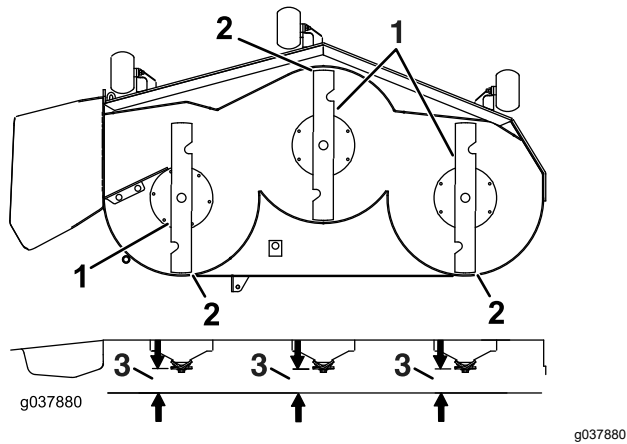

Figure 74
7. Vérifiez l'inclinaison avant/arrière des lames (Figure 74). Vérifiez que la pointe avant de la lame est plus basse que la pointe arrière, comme montré dans le tableau de hauteur de cales et d'inclinaison. Si un réglage est nécessaire, poursuivez cette procédure.